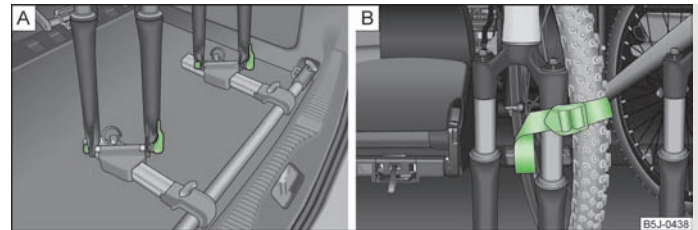

Abb. 53 Fahrrad einsetzen / Befestigungsbeispiel des Vorderrads
- › Die Fahrradgabel auf die Befestigungsachse aufsetzen und mit dem Schnellspanner festziehen » Abb. 53 - **A**.
- › Das abgebaute Vorderrad am besten zwischen der Kurbel des linken Pedals und dem Fahrradrahmen verstauen und mit einem Gurt an der Vorgabel » Abb. 53 - **B** bzw. an einem der Befestigungselemente befestigen.